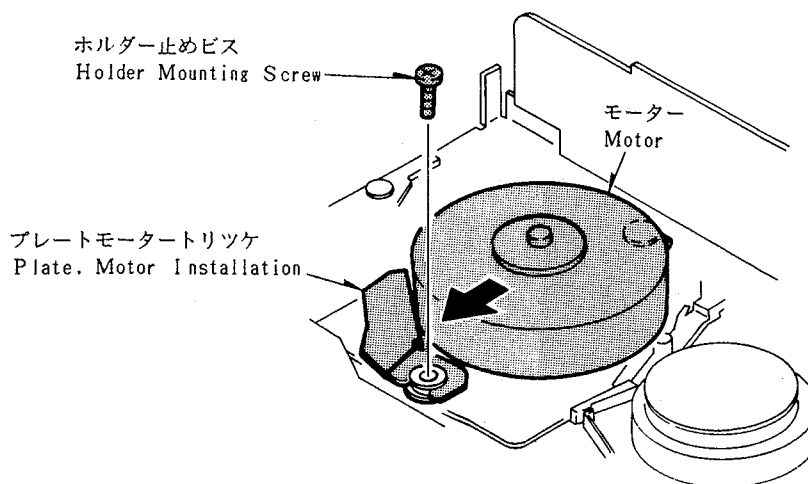

Fig. 4
- 2) ホルダー止めビスをはずしプレートモーターリツケを矢印方向にずらしモーターをはずす。(Fig.4 参照)
- 2) Remove the mounting screw of the Holder. Slide out the Plate, Motor Installation in the direction of the arrow with the motor together. (See Fig.4)